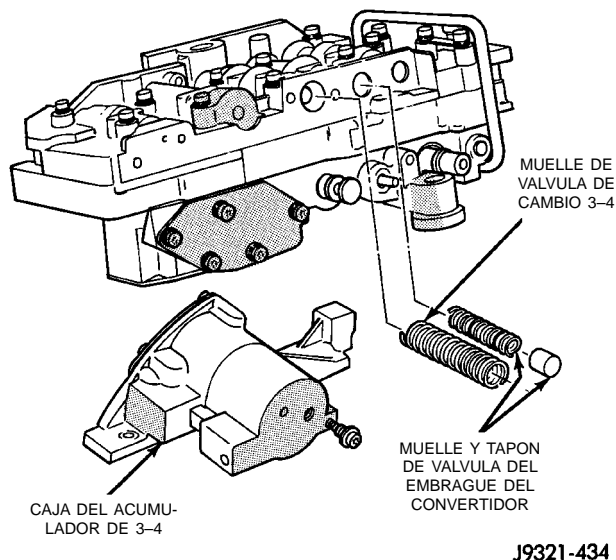

Fig. 64 Caja del acumulador, muelles de válvula y tapón
(26) Retire el tornillo del lado izquierdo y retire la caja del acumulador de 3-4 del cuerpo de válvulas (Fig. 64).